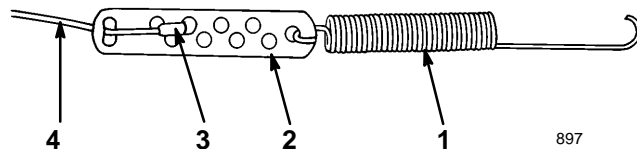

Abbildung 11
1. Die Feder in die runde Bohrung am Ende der Kabeleinstellvorrichtung einhaken (Abb. 11).
2. Das Kabelende wie in Abbildung 11 gezeigt an der Kabeleinstellvorrichtung befestigen.